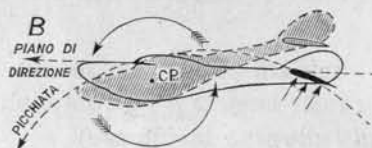

Fig. 7.
b) abbassato (incidenza positiva), il modello picchia (fig. 7).